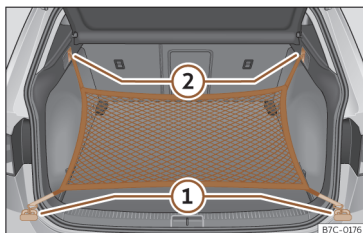

Fig. 113 En el maletero: argollas ① y ganchos ② para enganchar la bolsa de red.
- Fije los ganchos cortos de la red en las argollas de amarre»» fig. 113 ① »» ⚠. La cremallera de la bolsa tiene que quedar hacia arriba.
- Fije las cintas en los ganchos para colgar bolsas ②.